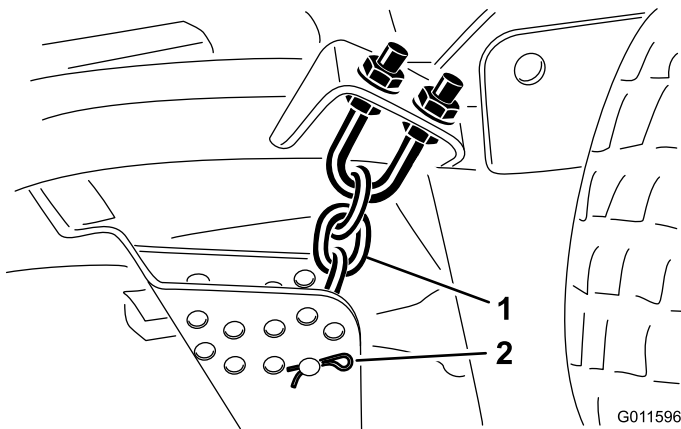

Figure 19
5. Enlevez la goupille fendue et l'axe de chape qui fixent les chaînes de hauteur de coupe à l'arrière du plateau de coupe (Figure 19).